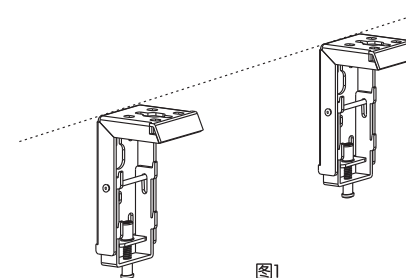

图1
- 2、将安装架安装在银幕背面或顶部所对的平面上, 并且确保左右两个安装架在同一条水平直线上。(建议: 安装时在墙面或天花板上画一条水平直线)(如图1)